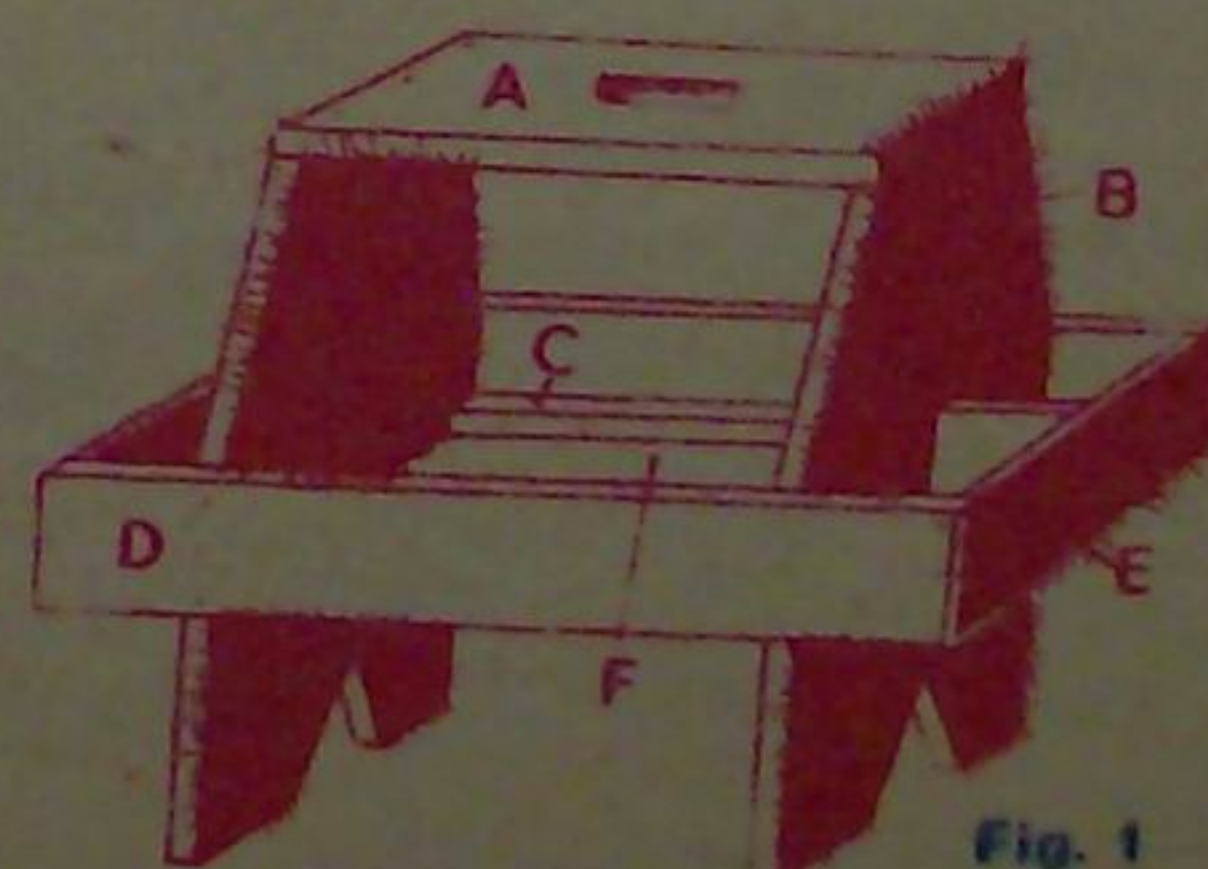

Fig. 1
Corpul propriu-zis al scaunului (fig. 1) este format dintr-o platformă (A) care se fixează pe două picioare (B) consolidate cu ajutorul a două leașuri (C).